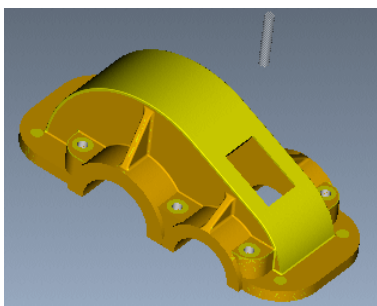

图 10.2.53 动态仿真
Step1. 在“钻孔”操控板中, 单击 按钮, 系统弹出“VERICUT 7.1.5 by CGTech”窗口, 单击 按钮, 仿真结果如图 10.2.53 所示。